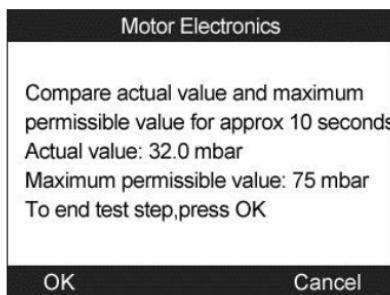

Figura 11.40
- c) Revise la contrapresión de escape con el motor funcionando en ralentí La herramienta leerá el valor de contrapresión actual y lo comparará con el límite superior. (Figura 11.40). Seleccione **OK** para continuar la prueba o **Cancelar** para regresar al menú anterior.